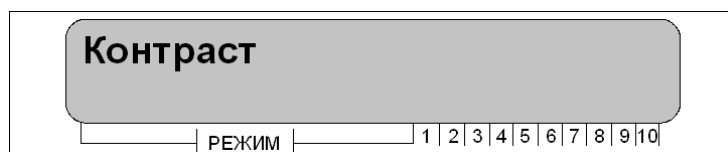

Рисунок 25 – Пункт меню «Тест»
- нажатием клавиши «ВПЕРЕД» необходимо выбрать пункт меню «Контраст», рисунок 25;